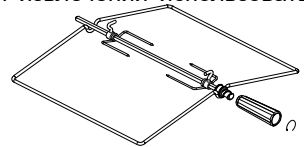
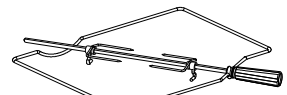

рис. 11
рис. 12
1.Плиты могут комплектоваться вертелом различной конструкции, со съемной рукояткой (рис.11). В зависимости от комфортности, плиты могут комплектоваться вертелами другого исполнения (рис.12). При установке и извлечении использовать рукоятку, которая накручивается на резьбовую втулку.